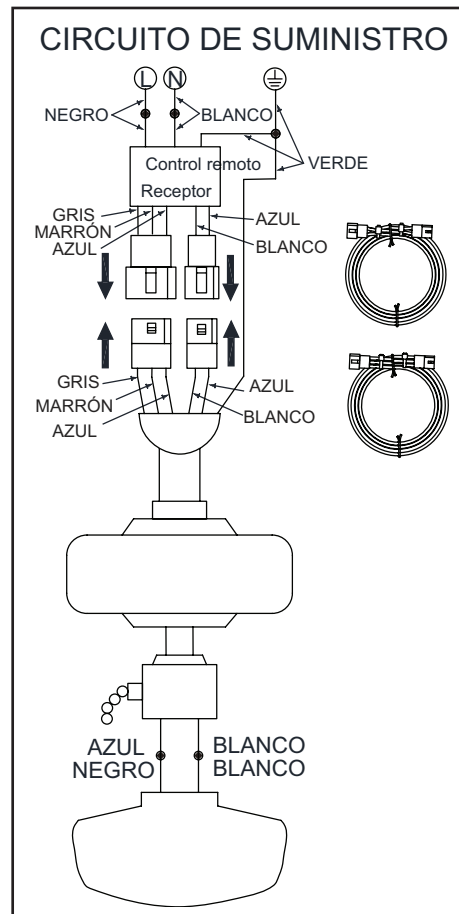

Figura 12
1. Si usas el conjunto del tubo bajante/esfera de 6 plg (15.2 cm) incluido, conecta los cables del receptor a los cables del ventilador uniendo el enchufe del adaptador moldeado del receptor con el adaptador moldeado del conjunto motor-ventilador. (Figura 12)